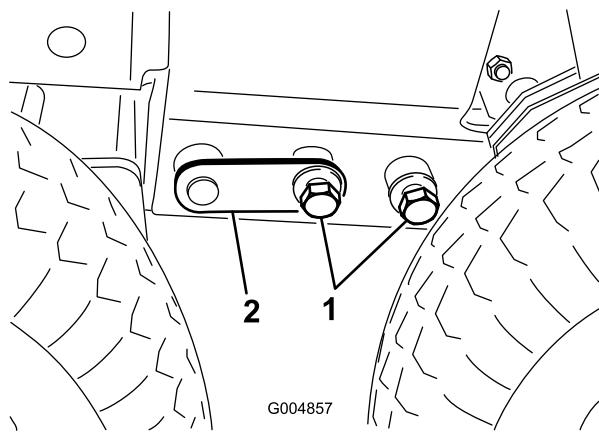

Figura 115
25. Ajuste el gato o balancee la cabina con las manos, según sea necesario, para instalar los pernos (3/4 pulgada) en cada lado (Figura 115). Apriete los pernos a 359 N·m (265 pies-libra).